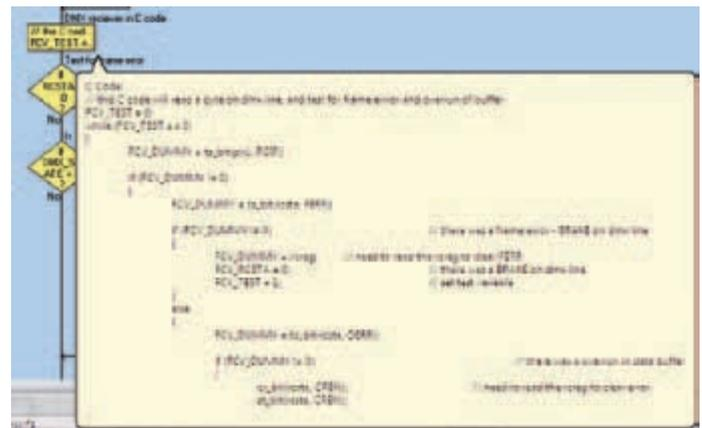

Figura 2. La casilla de código C controla la lectura de datos del DMX512 y la detección de error de trama/desbordamiento.
Paso2. La siguiente cosa era la parte del receptor DMX. Este paso era un poco más complicado de realizar ya que hace uso del componente estándar RS232 de Flowcode y un bloque de código en C. La llamada a la macro RS232 se utiliza para configurar la velocidad del receptor (250 Kbits/s) y para habilitar el hardware. El bloque de código C (ver **Figura 2**) contiene el código que se encarga de recibir los datos DMX de entrada y verificar la ausencia de errores. El formato de datos DMX viene definido como (de forma secuencial y sumamente simplificado):